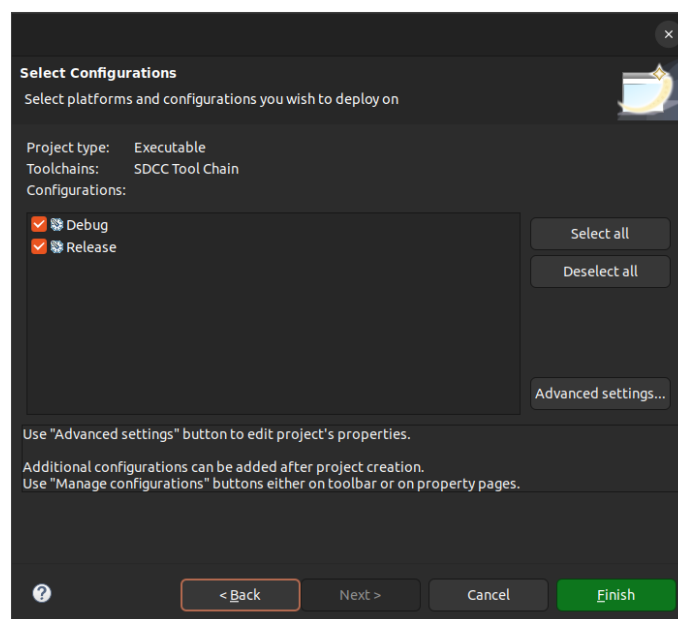

Рисунок 32. Выбор конфигурации проекта
9. В следующем окне ничего не изменять (Рисунок 32). Нажать кнопку «Finish»;